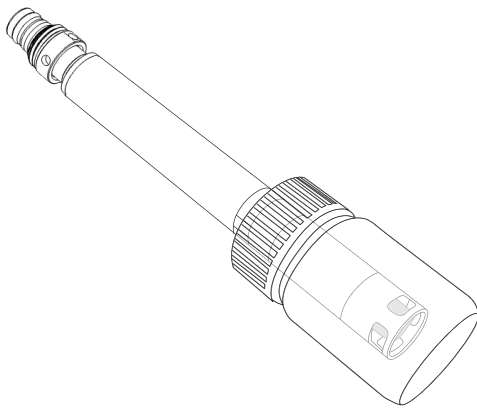

Figure 76 Stockage à long terme du capteur EIS
3. Installez le joint torique de la bouteille et serrez (Figure 76).